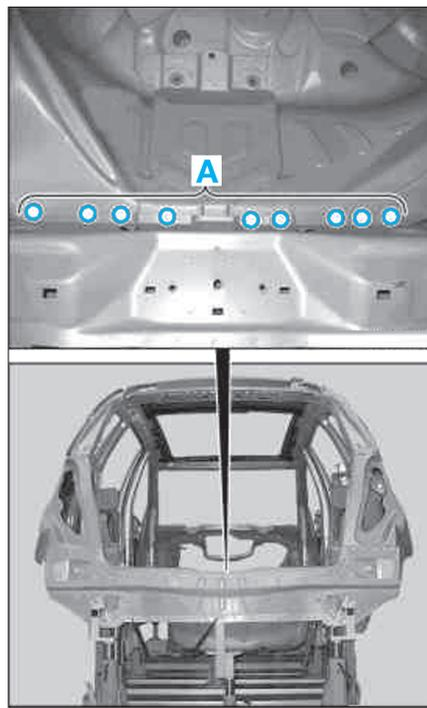

FIG. 122
- Percer (Ø 6,5 mm) les points de soudure sur le bac de roue de secours dans la zone (A) (Fig.122).